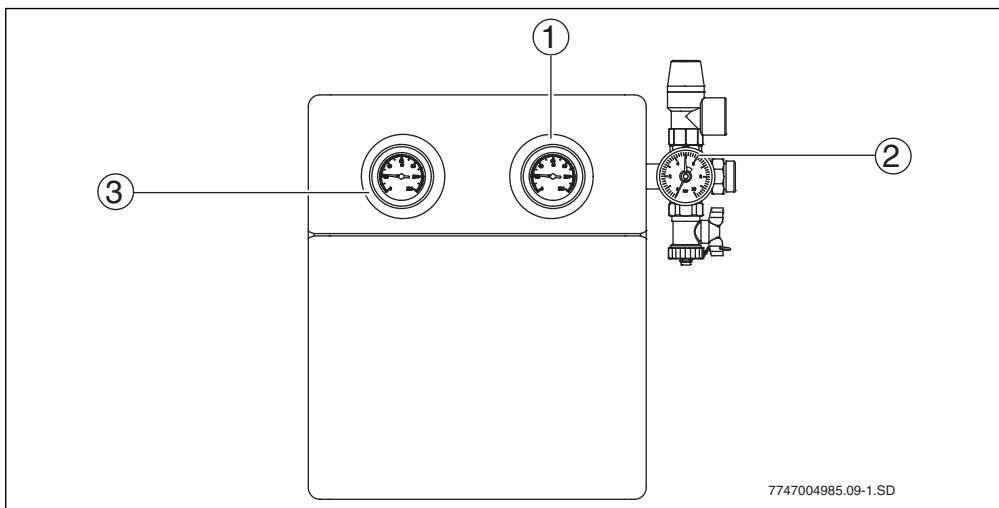

Fig. 13 Estación solar
- Termómetros (→ fig. 13, 1 y 3): Los termómetros instalados indican las temperaturas del retorno (azul) y de la impulsión (rojo) solar.
- Manómetro (→ fig. 13, pos. 2): El manómetro muestra la presión de servicio.